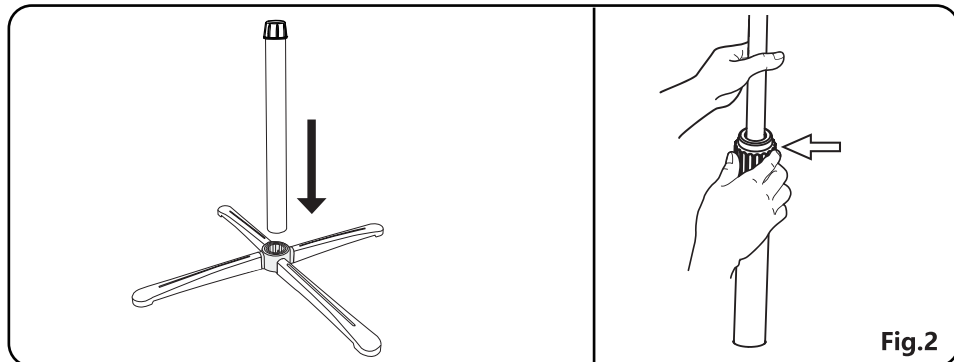

Fig.2
2. Svitare l'anello di regolazione dell'altezza per allentarlo, quindi far scorrere verso il basso il coperchio della vite. Sollevare il palo interno al massimo altezza evitando al contempo che il palo interno scivoli nel palo di prolunga. Quindi, ricollegare l'anello di regolazione dell'altezza e serrare. (Fig. 2)